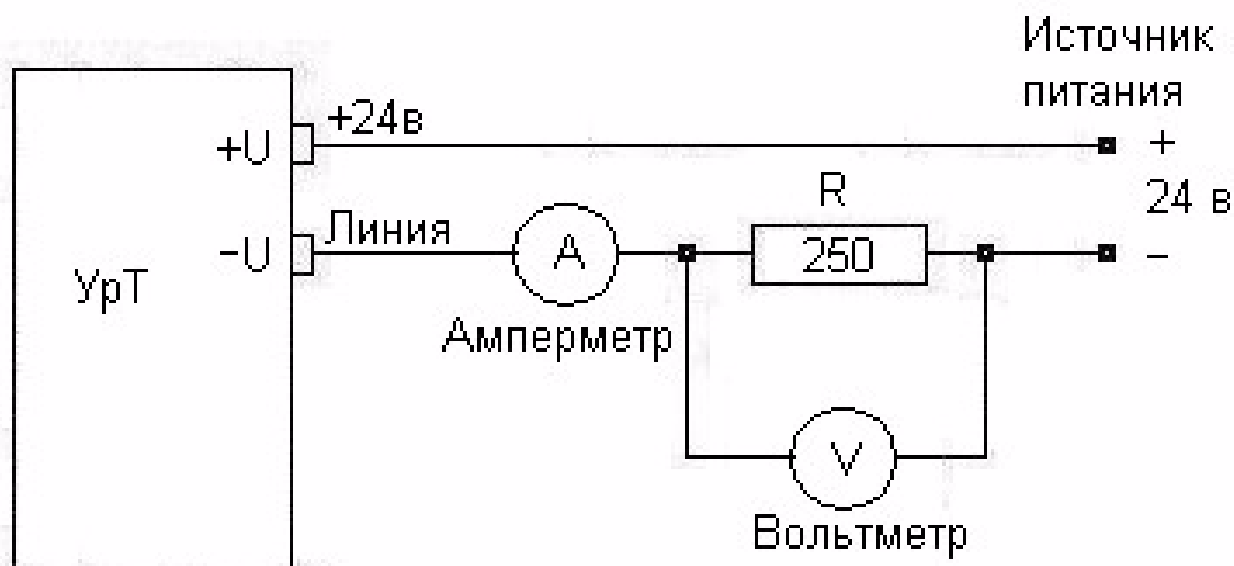

Рисунок 3
- для базовых исполнений подключить УрТ к источнику питания 24 В (рисунок 3) и измерить ток в цепи питания. На воздухе ток должен быть равен 4 мА;